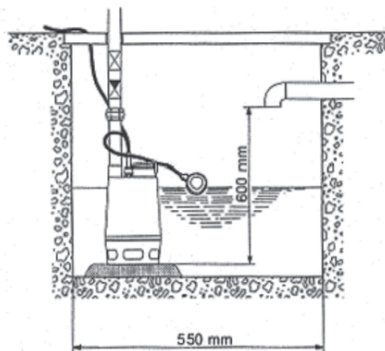

рис. 2
- Если насос устанавливается в колодец с минимальными габаритами (рис. 2), то обязательно должна соблюдаться минимальная, свободная длина кабеля поплавкового выключателя (100 мм), как на рисунке 6.